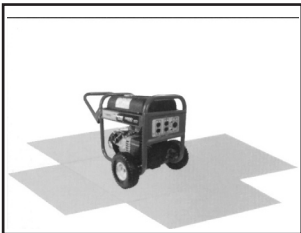

Figura 1
- (a) No intente levantar el generador para sacarlo de la caja. Corte cada uno de los bordes de la caja para abrirla y extenderla sobre el piso (ver Figura 1).